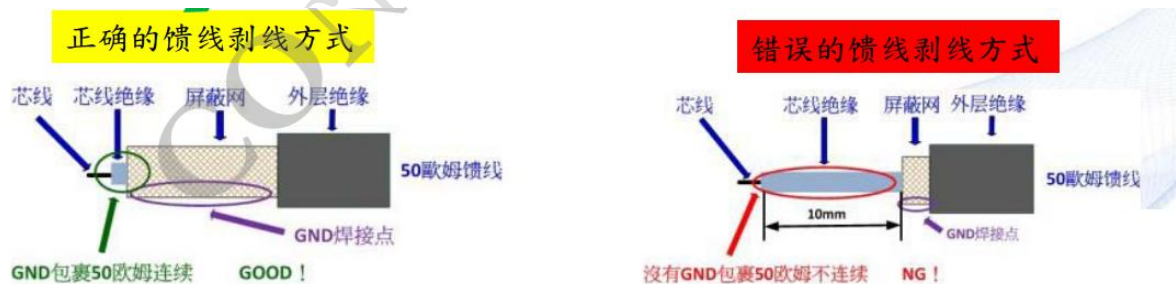

图22-11
- 天线的馈线走线切勿过长，过长的馈线会造成过多的RF能量损失，建议馈线长度小于7公分。馈线在剥线时，切勿剥除过多的屏蔽网，导致50ohm阻抗不连续，如图22-11所示。